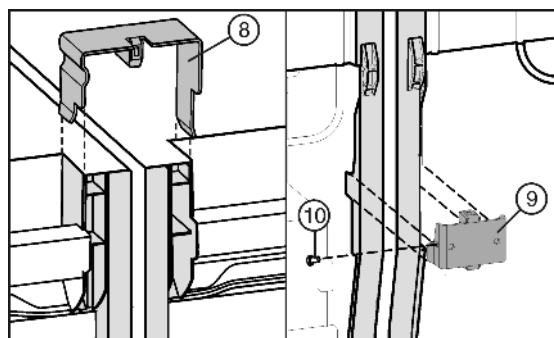

Fig. 7
- ▶ Infilare la staffa di collegamento Fig. 7 (8) in alto sulle pareti laterali centrali.
- ▶ Inserire il raccordo Fig. 7 (9) in basso nell'apposito incavo.
- ▶ Se il raccordo non è ben fisso in sede, montare la vite Fig. 7 (10).